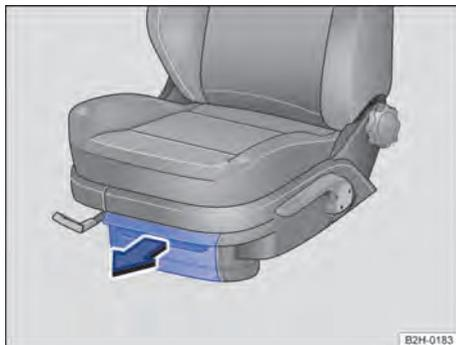

Fig. 114 Porta-objetos sob os bancos dianteiros: porta-objetos com tampa.
- Abrir a tampa para frente → Fig. 114.
- Pressionar a tampa no sentido anti-horário da seta para trás → Fig. 114.